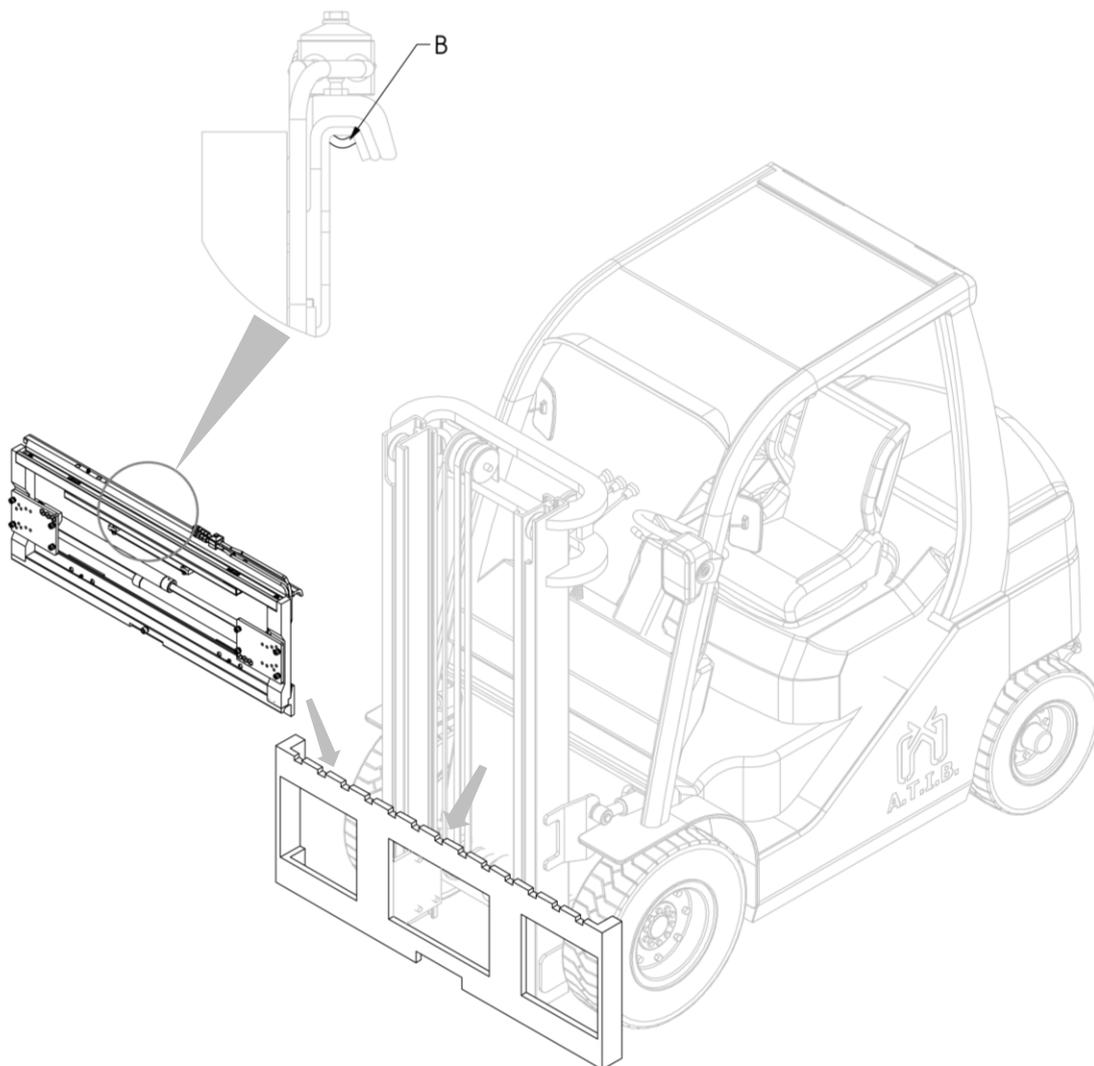

Figura 11
6. Agganciare quindi l'attrezzatura con un carroponete o un paranco di portata sufficiente e posizionarla sulla piastra porta forche, avendo cura di incastrare il dente di centraggio **B** nella tacca centrale della piastra (vedi *Figura 11*).